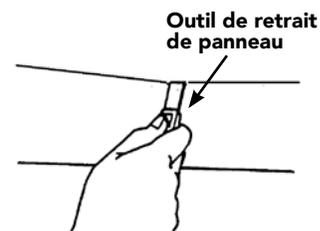

Figure 77
- Utiliser à nouveau l'outil de retrait pour emboîter le panneau supérieur au panneau neuf (Figure 77).